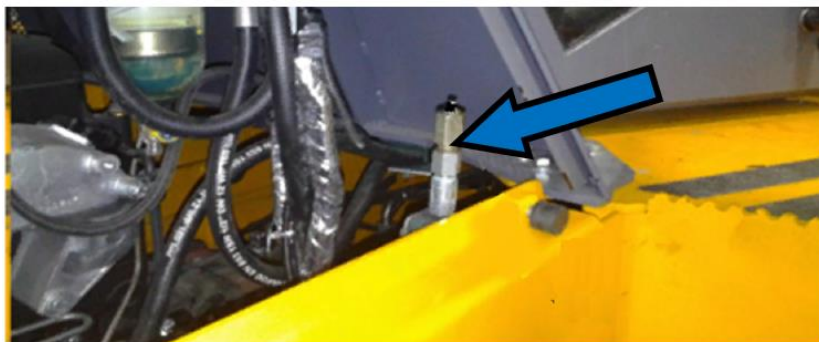

Рисунок 3.136. Точка смазки центральной оси балансирной балки в моторном отсеке
- ▶ Ввернуть резьбовой частью удлинитель рычажно-плунжерного шприца в пресс-масленку (место расположения пресс-масленки на рис. 3.136 показана стрелкой).